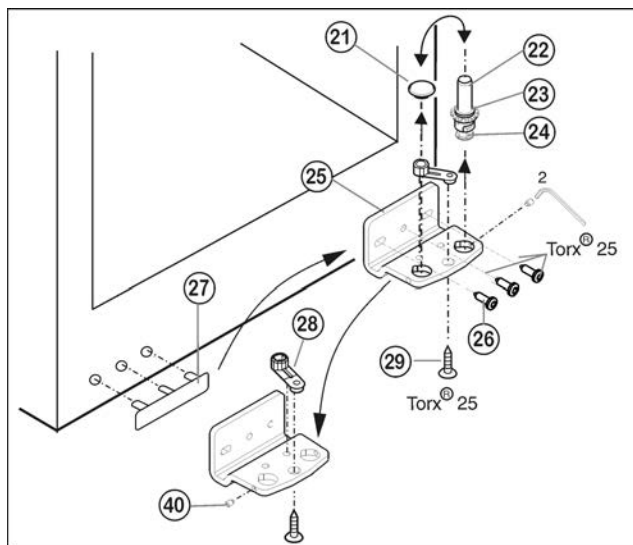

Fig. 7
- ▶ Отвинтите установочный винт Fig. 7 (40) приблизительно на один оборот прилагаемым торцевым ключом.
- ▶ Извлеките опорный винт Fig. 7 (22) в комплекте с шайбой Fig. 7 (23) и регулируемой опорой Fig. 7 (24), вывинчивая его вверх.
- ▶ Снимите пробку Fig. 7 (21).
- ▶ Открутите Fig. 7 (26) опорный кронштейн Fig. 7 (25).
- ▶ Полностью выкрутите установочный винт Fig. 7 (40) и вкрутите на противоположной стороне на нижнем опорном кронштейне, чтобы он был заподлицо с этим кронштейном.
- ▶ Открутите Fig. 7 (29) опорную деталь Fig. 7 (28) и, переставив в отверстие на противоположной стороне опорного кронштейна, снова прикрутите.
- ▶ Переставьте пробку Fig. 7 (21) в свободное отверстие.
- ▶ Осторожно снимите и переставьте на противоположную сторону крышку со стороны ручки Fig. 7 (27).
- ▶ Снова прикрутите опорный кронштейн Fig. 7 (25) на новой стороне шарнира (**с моментом 4 Нм**). При необходимости используйте аккумуляторный шуруповерт.
- ▶ *Вновь закрутите опорный винт Fig. 7 (22) в комплекте с шайбой и регулируемой опорой.
- ▶ Затяните установочный винт Fig. 7 (40).
- ▶ Установите нижнюю дверцу сверху на нижний опорный винт Fig. 7 (22).
- ▶ При необходимости выровняйте дверцы через два продольных паза в нижнем опорном кронштейне Fig. 7 (25) и среднем опорном кронштейне Fig. 5 (13) параллельно корпусу устройства. Для этого выкрутите средний винт на нижнем опорном кронштейне Fig. 7 (25).